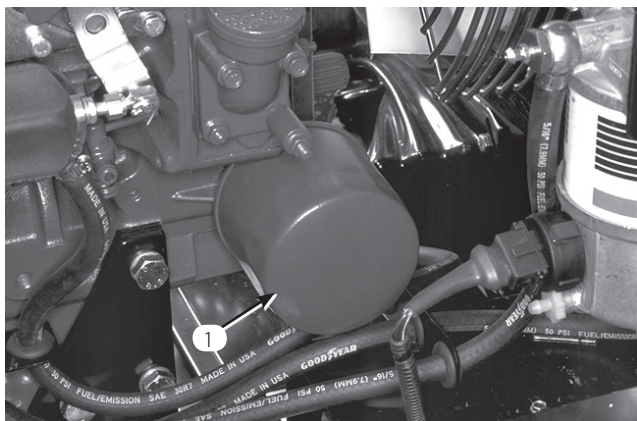

図 31
2. オイル・フィルタ(図31)を取り外す。新しいフィルタのシールに薄くエンジン・オイルを塗って取り付ける。締めすぎないこと。